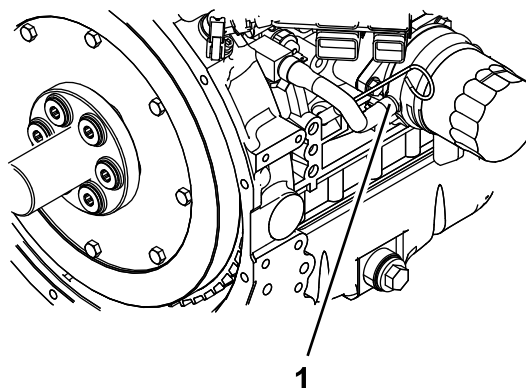

Figure 58
6. Retirez le flexible de liquide de refroidissement du refroidisseur d'huile et vidangez le liquide de refroidissement du bloc moteur (Figure 58).